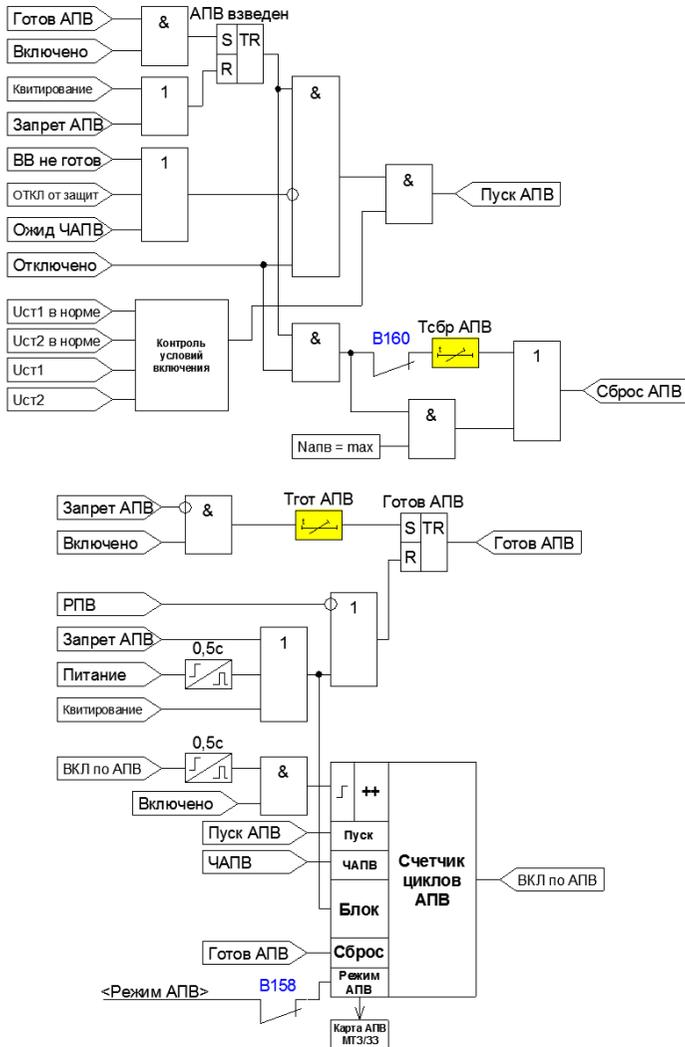

Рисунок 3.2.3 – Функциональная схема АПВ
- после включения ВВ набрана выдержка времени готовности, появился сигнал готовности и выключатель продолжает оставаться включенным (Рисунок 3.2.3);